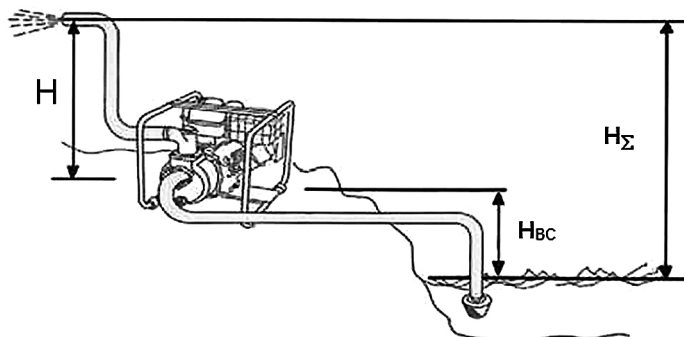

Рис. 1 Основные характеристики мотопомпы
**Максимальный напор  $H$  (геометрическая высота нагнетания), м** — высота, на которую можно поднять воду при стремящейся к нулю производительности насоса (Рис. 1).
**Общая высота подъема  $H_{\Sigma}$ , м** — высота, на которую можно поднять воду с уровня воды в водоеме до высоты, соответствующей максимальному напору (Рис. 1).